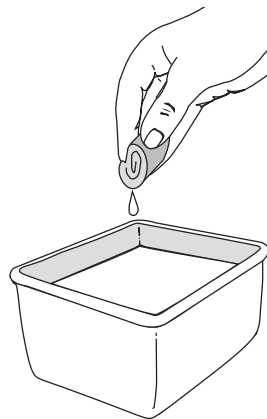

Figure 23
3. Lave el filtro con agua y detergente (Fig. 23). Enjuague bien el filtro. Escurra el exceso de agua. Déjelo secar por completo.